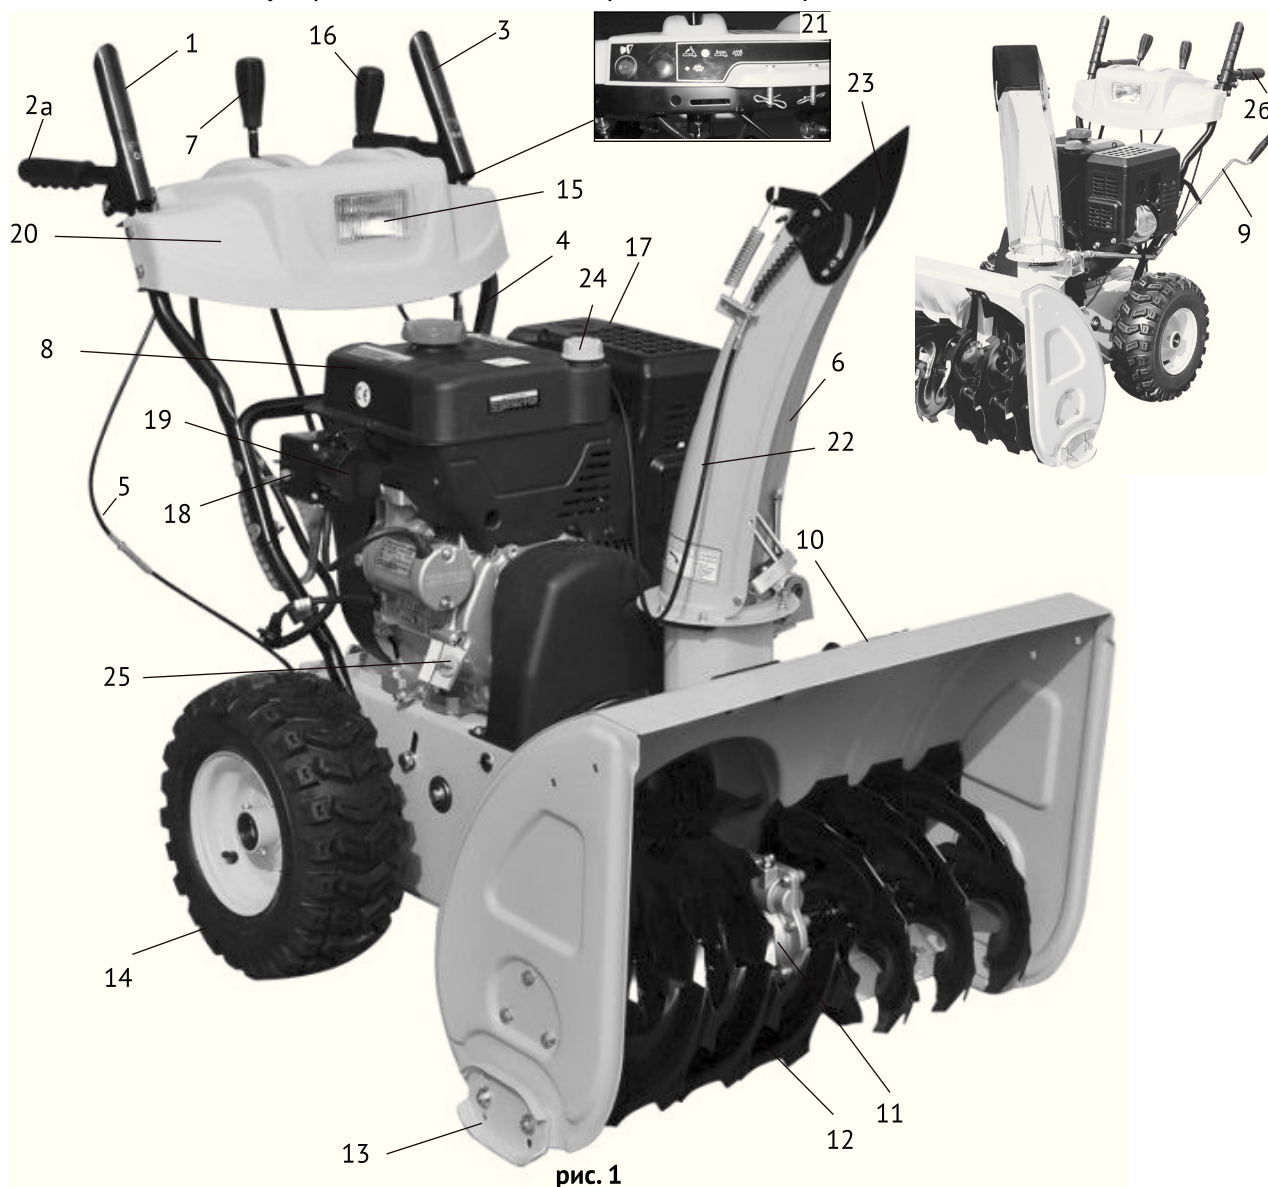
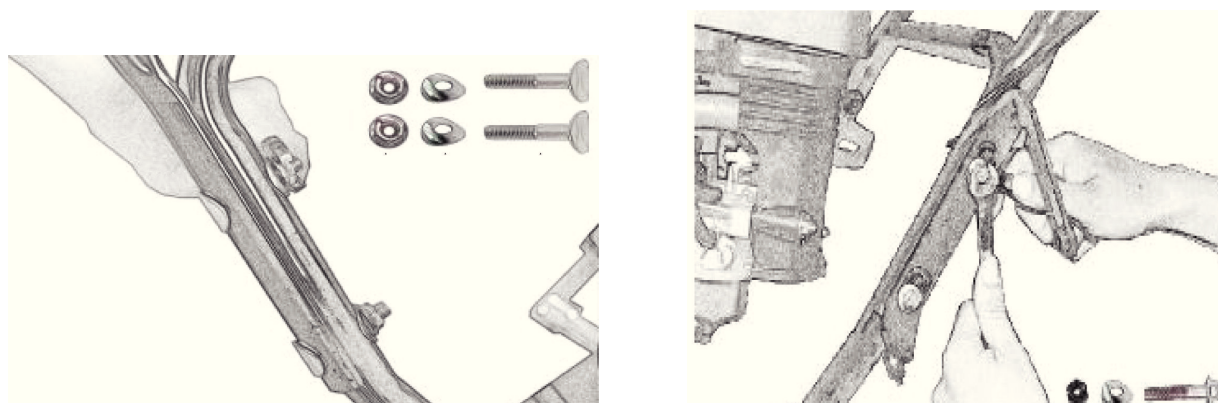
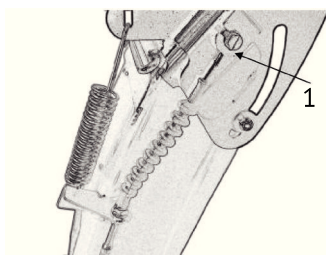

рис. 1
рис. 2
рис. 6
Общий вид снегоуборочника схематично представлен на рис. 1
- совместите верхнюю и нижнюю части рукоятки, закрепите при помощи двух шестигранных болтов с левой стороны, а с правой стороны, сначала установите два кронштейна крепления рукоятки поворота желоба, после этого зафиксируйте двумя болтами (рис.2).
Рычаг переключения скоростей (рис.1 поз.7) устанавливается следующим образом:
**Внимание!** Жёлоб для выброса снега (рис.1 поз.6) крепится к снегоуборочнику при помощи планок крепления.
- установите рукоятку поворота желоба (рис.1 поз.9) в кронштейны крепления (рис.2);
- установите нижний конец троса управления отражателем снега (рис.1 поз.23) в прорезь на крышке отражателя снега (рис.6 поз.1)
**Внимание!** При установке тросов привода шнека и привода колёс (рис.1 поз.4,5) не затя-
- установите в отверстие на рычаге управления (рис.1 поз.2а, б) верхний Z-образный конец троса привода (рис.7 поз.1);
Ограничительные башмаки (рис.1 поз.13) регулируют расстояние между очищаемой поверхностью и стругом для того, чтобы посторонние предметы (камни, прутья и т.д.) во время работы не попадали в шнек снегоуборочника.
- Выкрутите пробку из маслозаливной горловины (рис. 1 поз.24) и залейте в картер масло соответствующего типа. Масло должно быть залито до нижнего края горловины. Проверьте уровень масла с помощью щупа (рис.1 поз.25). Вставьте сухой чистый щуп в горловину картера и выньте его, граница смоченной области щупа должна располагаться между отметками минимального и максимального уровней.